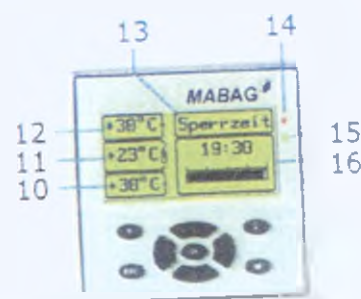

Рисунок 25: Показания дисплея по завершении блокировки пуска компрессора
- На дисплее отображается сообщение «Время блокировки», см. рис. 25.